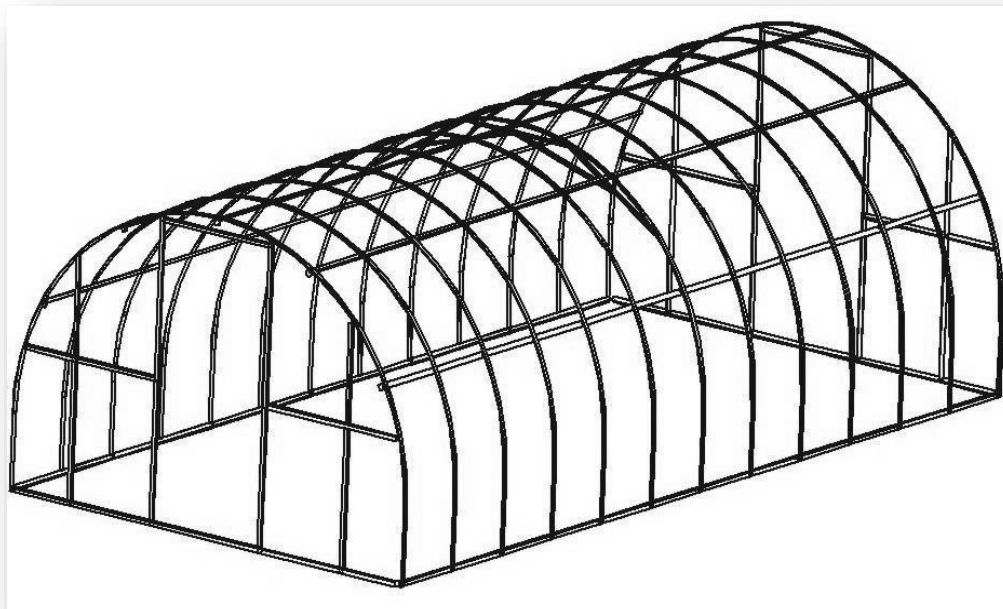

Рисунок 12
3.4.5 Установите на каркас остальные промежуточные дуги (Рис. 12, рис. 10 виды В и Г). Крепление заготовок дуг рекомендуется начинать с верхней части.